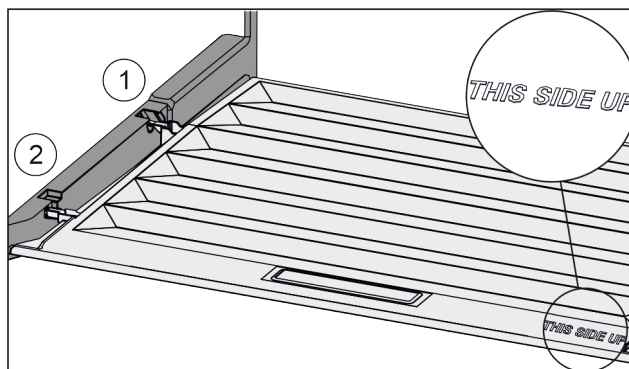

Fig. 143
- ▶ Robova predala vstavite nad odprtino zadnjega držala Fig. 143 (1), spredaj pa ju zataknete v držalo Fig. 143 (2).